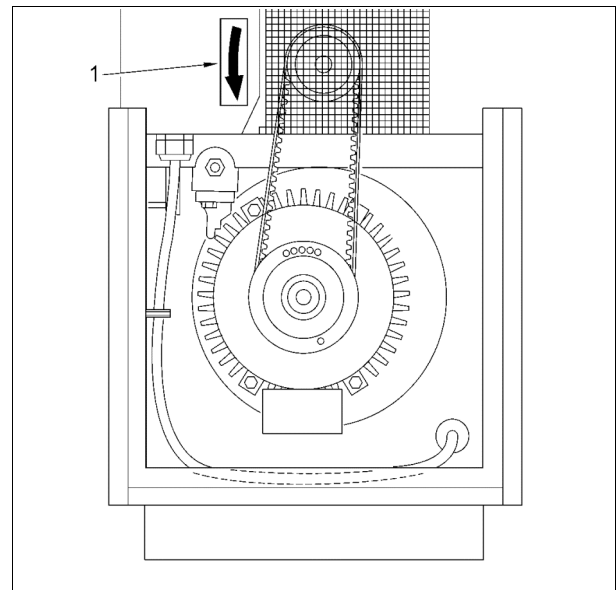

Bild 15
- Haube zur Drehrichtungskontrolle vorübergehend öffnen, vorgeschriebene Drehrichtung siehe (- 1 - Bild 15)